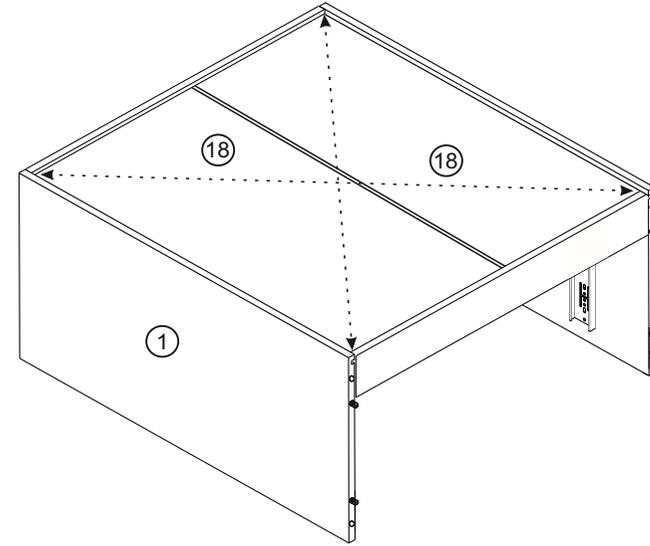

рис. 11
**ВАЖНО!!!** Проверить диагональ изделия, стороны должны быть равными (рис. 11).